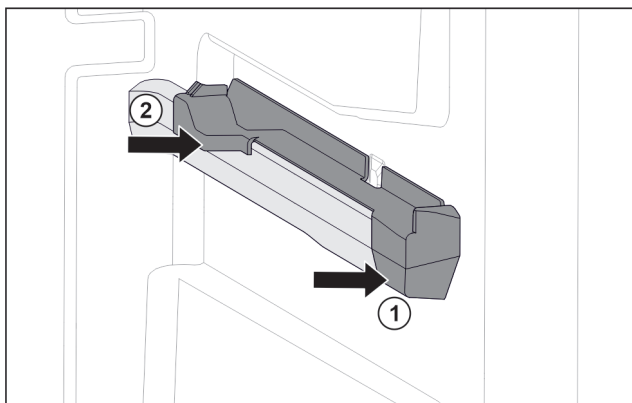

Fig. 63 Élément emboîtable sur la nervure de récipient droite
- ▶ Poser le devant de l'élément emboîtable contre la nervure de récipient. Fig. 63 (1)
- ▶ Enfoncer l'arrière de l'élément emboîtable. Fig. 63 (2)